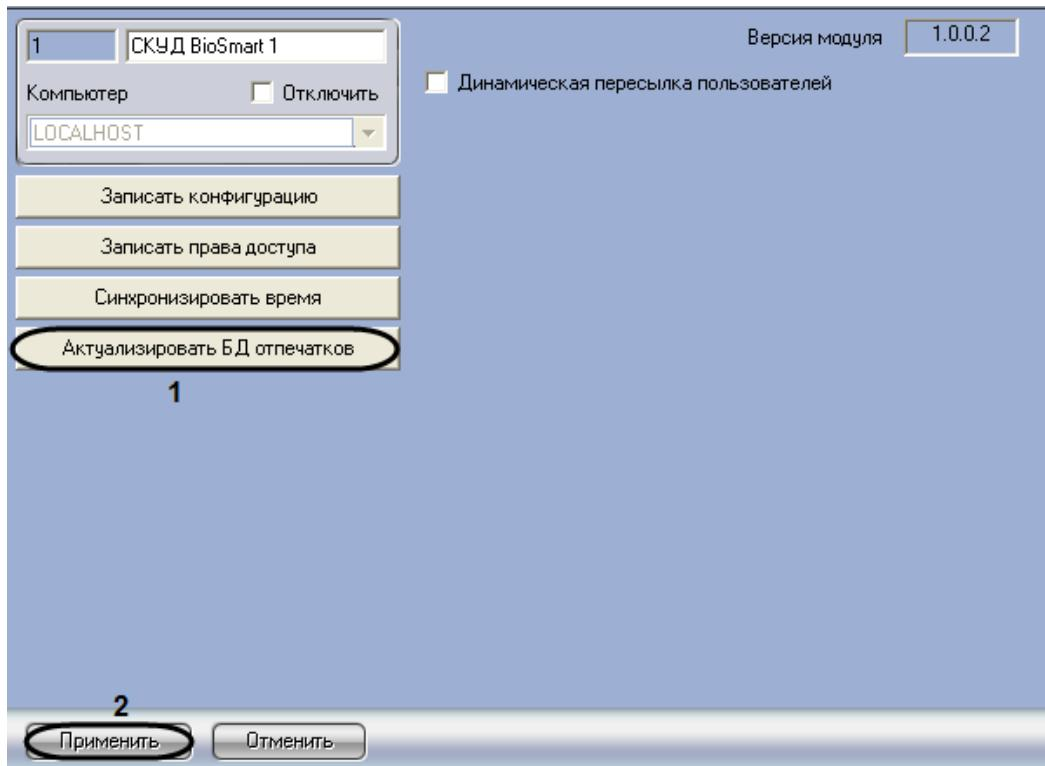

Рис. 3.13—1 Актуализация БД отпечатков
- Перейти на панель настроек объекта **СКУД BioSmart** (Рис. 3.13—1).
- Нажать на кнопку **Актуализировать БД отпечатков** (см.Рис. 3.13—1, 1).
- Нажать на кнопку **Применить** (см.Рис. 3.13—1, 2).